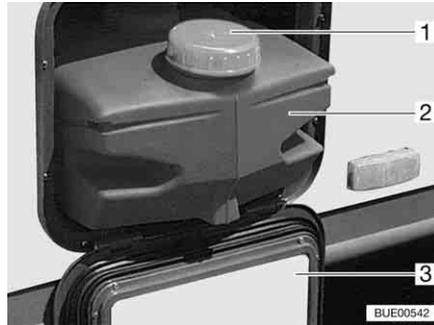

Fig. 162 Serbatoio dell'acqua 22 l
In caso di trasporto chiudere il serbatoio dell'acqua con un coperchio (Fig. 162,1).
- Aprire lo sportello di servizio (Fig. 162,3) (vedi capitolo 6).
- Estrarre il serbatoio dell'acqua (Fig. 162,2).
- Estrarre il serbatoio dell'acqua (Fig. 162,2) e svuotarlo.